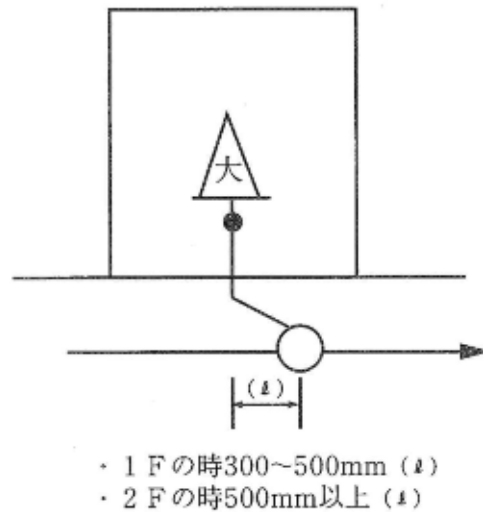

図 6-3 大便器からの汚水ますの位置
- トイレからの排水枝管が合流する箇所には「下流側3cm段差付45°合流インバートます」を設置すること。h3(3cm段差付)と排水計画平面図に明記すること。ただし、起点ますに、トイレ排水を接続する場合、3cm段差付を使用する必要はありません。大便器からの汚水ますの位置は、図6-3のとおりとする。